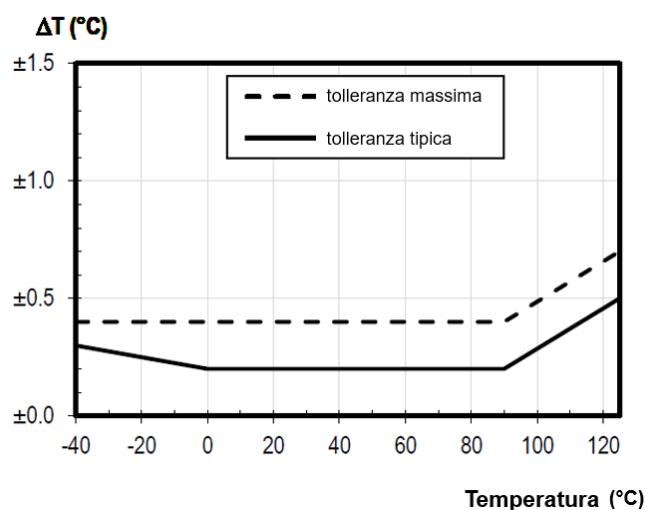

Figura 12: accuratezza sulla temperatura del sensore Sensirion STS31
- Accuratezza tipica: $\pm 0,2^\circ\text{C}$ tra 0°C e 90°C (vedi Figura 12)